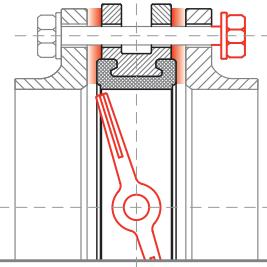

рис. 4
5. Перед началом монтажа диск поворотного затвора необходимо немножко приоткрыть, но так, чтобы диск не выходил за корпус дискового поворотного затвора (рис. 4).